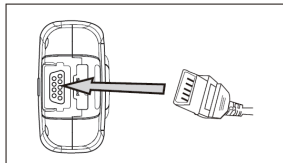

Fig.4.1
2. Insérer la sonde SpO₂ dans la prise de sonde (se référer à la Fig.4.1). Si la sonde SpO₂ est déconnectée de l'unité, un message « Sonde déconnectée » s'affichera dans la barre de statut au coin supérieur gauche de l'écran d'affichage.